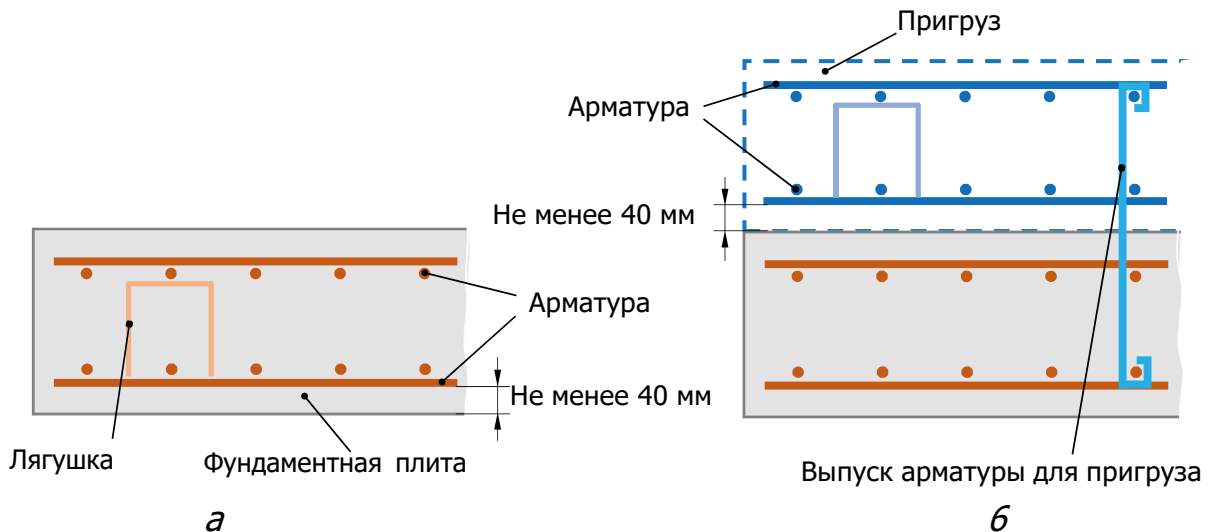

Рис. 5. Армирование фундаментной плиты
Пригруз рекомендуется выполнить армированным, связывая арматуру пригруза с предварительно устроенными выпусками из нижней фундаментной плиты (рис. 5).
- армирование фундаментной плиты выполнять двумя сетками в верхней и нижней зонах, сохраняя защитный слой бетона не менее 40 мм от грани бетона до грани арматурного стержня (рис. 5, а);
- при армировании плиты, на которую планируется установка верхнего пригруза, предусмотреть дополнительные выпуски арматуры для обеспечения связи между фундаментной плитой и пригрузом (рис. 5, б);